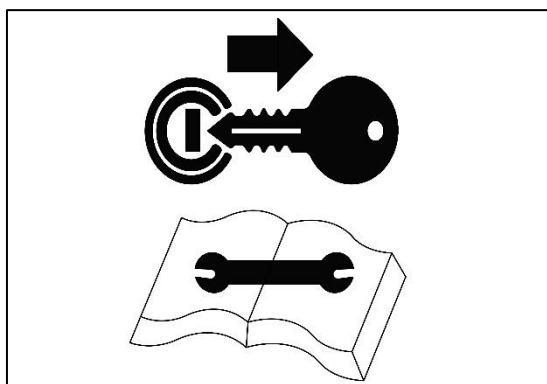

Fig. 71 : ARRÊTER LE MOTEUR ET RETIRER LA CLÉ
- Arrêter le moteur et garder la clé de contact sur soi (Fig. 71).